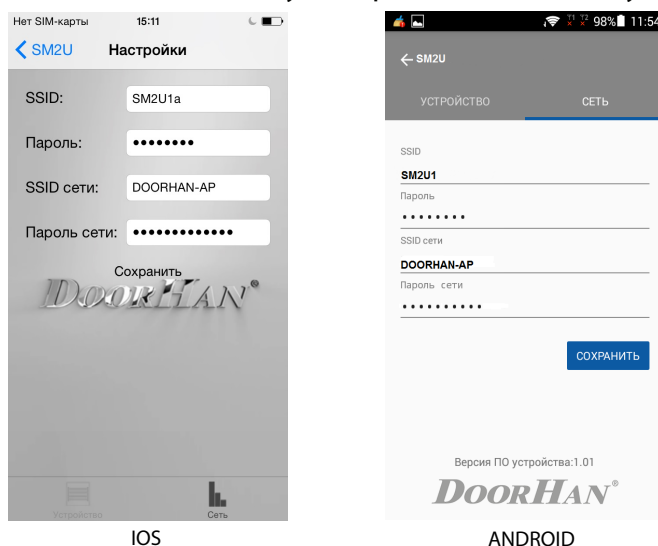

Рисунок 5
11. При использовании нескольких Wi-Fi модулей для избежания конфликтов измените имя SSID точки доступа, например, на «SM2U1a», Если вы хотите управлять модулем через существующую домашнюю сеть (это позволяет не переключаться с одной точки на другую для управления) в поле «SSID» введите имя существующей WiFi-сети через которую собираетесь управлять модулями, в данном случае, «DOORHAN-AP» и соответствующий пароль сети (Рисунок 5). Нажмите на кнопку «Сохранить», Wi-Fi модуль перезагрузится.